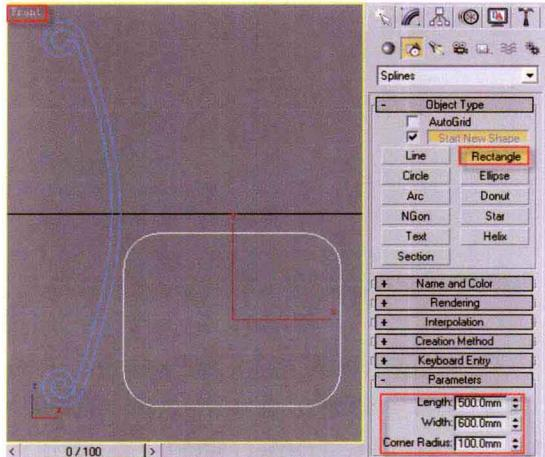

图1-22
②2 切换到前视图，在命令面板中，单击Create（创建）> Shapes（图形）> Rectangle（矩形）按钮，创建一个Shapes（图形）Length（长）、Width（宽）分别为500mm×600mm，Corner Radius（角半径）。为100mm的矩形，命名为“椅子腿”，如图1-22所示。